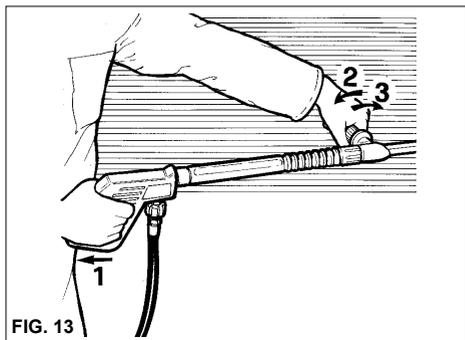

FIG. 13
EMPLOI DE LA LANCE DOUBLE (fig. 13) (Si disponible)
- Quand le nettoyeur haute pression n'est pas utilisé, fermer le dispositif de sécurité de la poignée. (fig. 13).